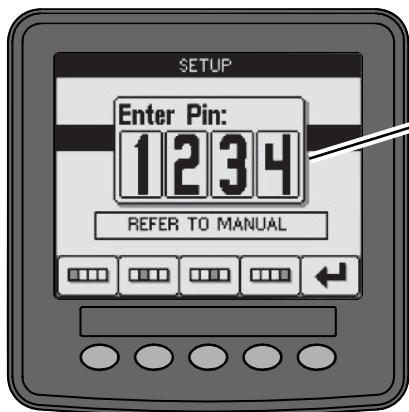

Bild 15
1. Drücken Sie im Setupmode eine beliebige Taste, um auf die Popup-Menüleiste am unteren Bildschirmrand zuzugreifen (Bild 15).
3. Geben Sie den PIN-Code (Bild 15) ein und wählen Sie das EINGABE-Symbol ↲.
3. Geben Sie die PIN-Nummer (Bild 15) ein und wählen Sie das ZURÜCK-Symbol.